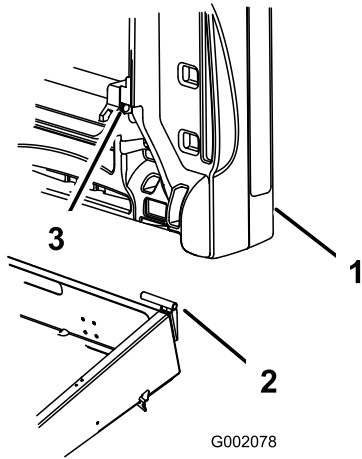

Bild 9
3. Schieben Sie das Befestigungsloch der Staubbox über die Schwenkhalterung (Bild 9).